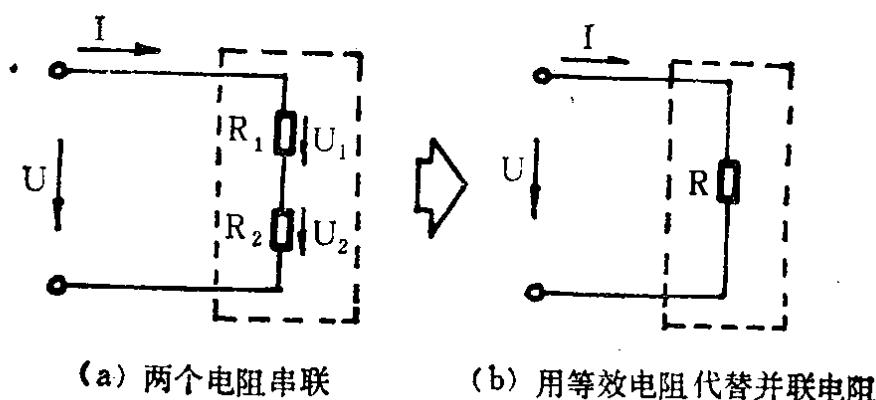

图 1-2 电阻的串联
(3) 电阻的串联 把多个电阻首尾相接地联接起来，在这几个电阻中通过的是同一电流，这种联接方式叫串联。图 1-2(a) 中  $R_1$  与  $R_2$  就是串联电阻。
所有串联电阻在电路中的作用可用一个等效电阻  $R$  来代替，如图 1-2(b) 所示。等效电阻的大小等于各串联电阻之和，即：
在图 1-2(a) 中，串联电阻  $R_1$  和  $R_2$  上的电压降分别为：